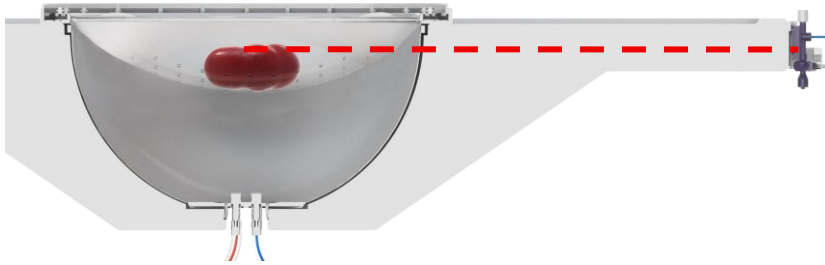

Figure 29 : Hauteur du rein par rapport au capteur de pression
- Notez que le rein est soutenu par le filet et le liquide contenu dans le réservoir. Pour garantir une mesure précise de la pression, il est essentiel d'aligner la hauteur du rein sur le capteur de pression, comme illustré dans la Figure 29. L'extrémité de la canule doit être à la même hauteur que le centre du capteur de pression.